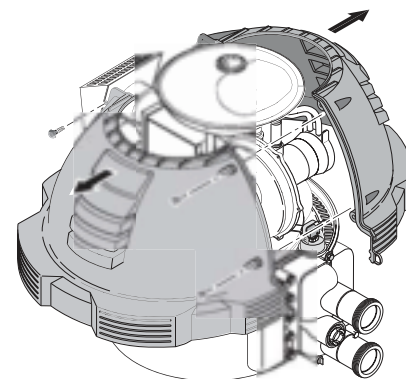

Figure 28.
- Retirer le(s) capotage(s) en dévissant les vis qui raccordent les deux demi-corps, voir la **Figure 28**.
- Retirer le(s) capotage(s), voir la **Figure 28**.